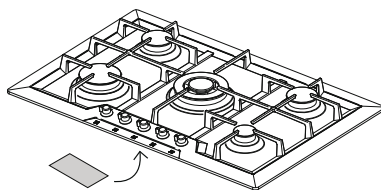

Рис. 1: положение идентификационной таблички
**Идентификационная табличка**, с техническими данными, серийным номером и маркировкой **находится под картером** [Рис. 1].